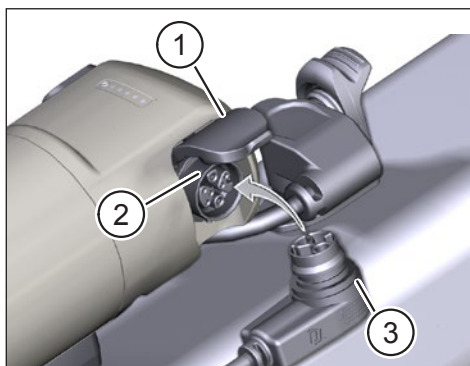

Fig. 3: Charger le Range Extender
- ▶ Soulevez le couvercle (élément 1 Fig. 3) du port de chargement du Range Extender.
- ▶ Vérifiez que les contacts du port de chargement (élément 2 Fig. 3) sont propres et nettoyez-les si nécessaire.
- ▶ Branchez la prise du chargeur (élément 3 Fig. 3) dans le port de charge du Range Extender.